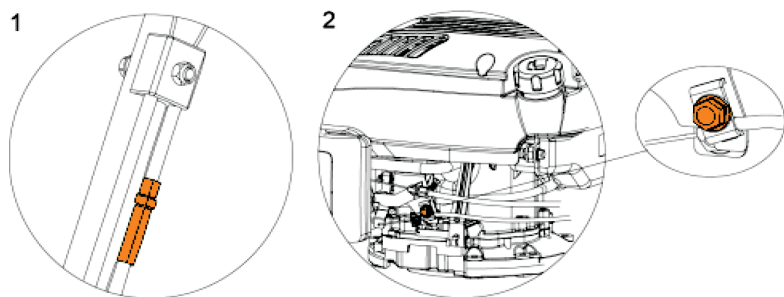

Рис. 5
6.1. Регулировка тросиков приводов (Рис. 5)